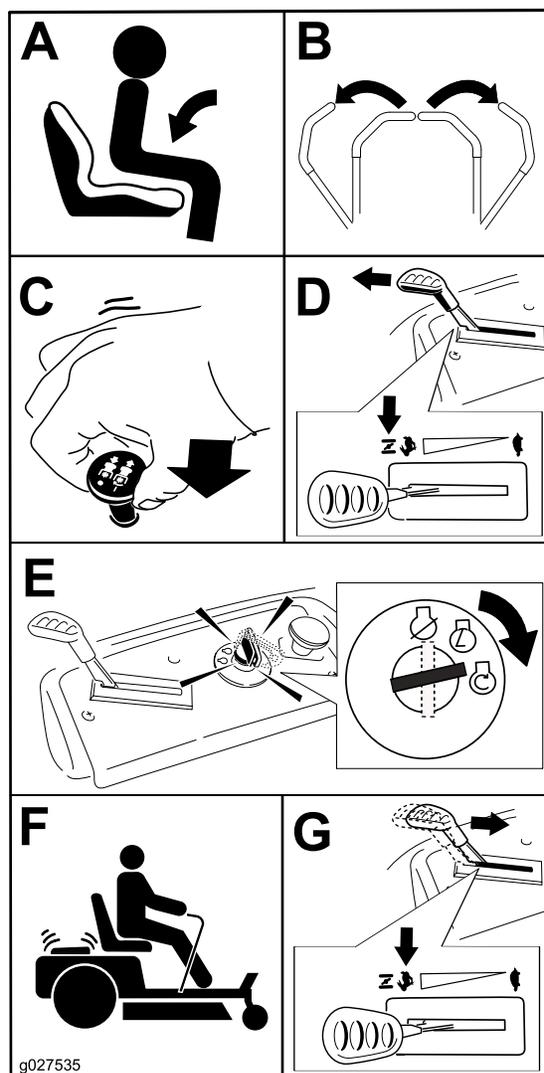

Figura 22
**Nota:** Pode ser necessário manter a alavanca contra a paragem, na posição de entrada de ar quando tenta ligar o motor (Figura 22).